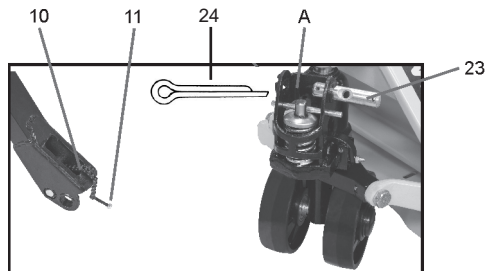

Fig. 2 – eje del cable
a) Retire el pasador elástico (DIN94) “24” y remueva totalmente el eje “23”. Encaje el cable en la posición “A”. Recoloque el eje “23” pasando por el cable y trabe el conjunto recolocando el pasador elástico (DIN94) “24” (fig. 2).
Durante el montaje del cable mantenga la cadena conforme indicado en la fig. 2, para evitar daños a la misma y facilitar el montaje.